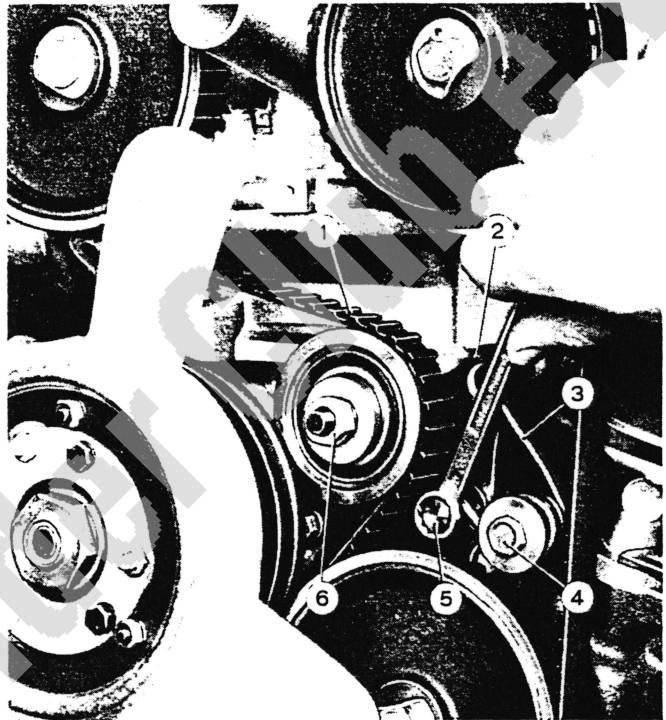

Abb. 5. - Befestigung der Gelenkschraube für Riemenpanner.
- Die Mutter (6, Abb. 1) und die Schraube (5, Abb. 5) lockern; die Feder (3) wirkt somit auf den Spanner und spannt den Riemen;
- alsdann die Mutter (6, Abb. 5) und die Schraube (5, Abb. 1) wieder blockieren;
- die Mutter (6, Abb. 1) und die Schraube (5, Abb. 5) lockern und den Spanner so verstellen, dass die Spannung des Riemens aufgehoben wird und dann genannte Mutter und Schraube wieder fest anziehen;
HINWEIS - Die Mutter (6, Abb. 5) zur Befestigung des Spanners am Kurbelgehäuse muss mit einem Moment von 4,7 mkg (mit Drehmomentschlüssel) angezogen werden.